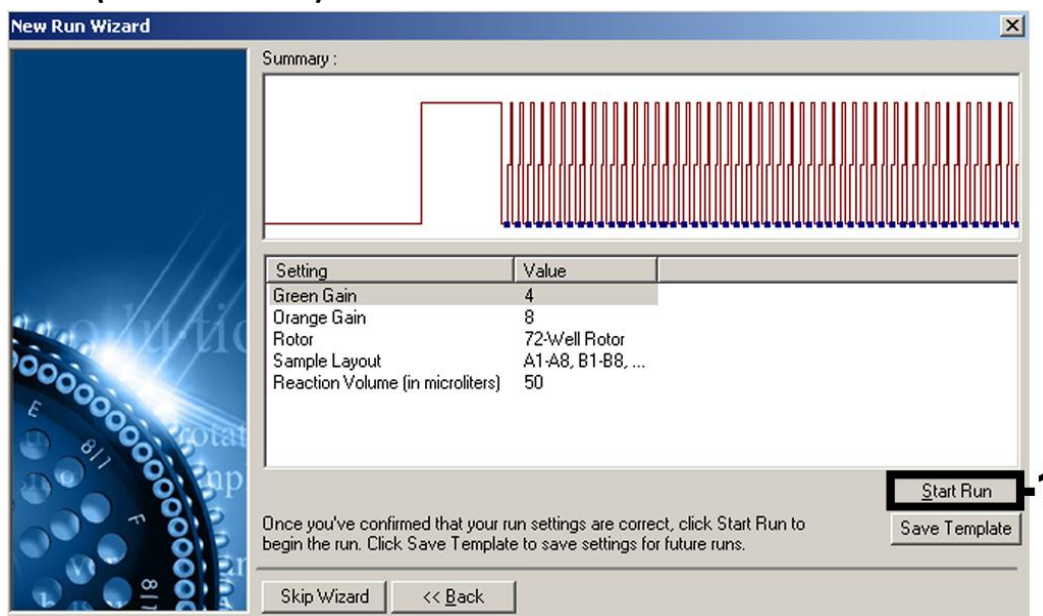

Figura 7. Iniciar o ensaio.
Iniciar o ensaio	Figura 7
10. Os valores de ganho determinados pela calibração de canais são guardados automaticamente e são enumerados na última janela do menu do procedimento de programação (figura 7). Clique em “Start Run” (Iniciar ensaio).